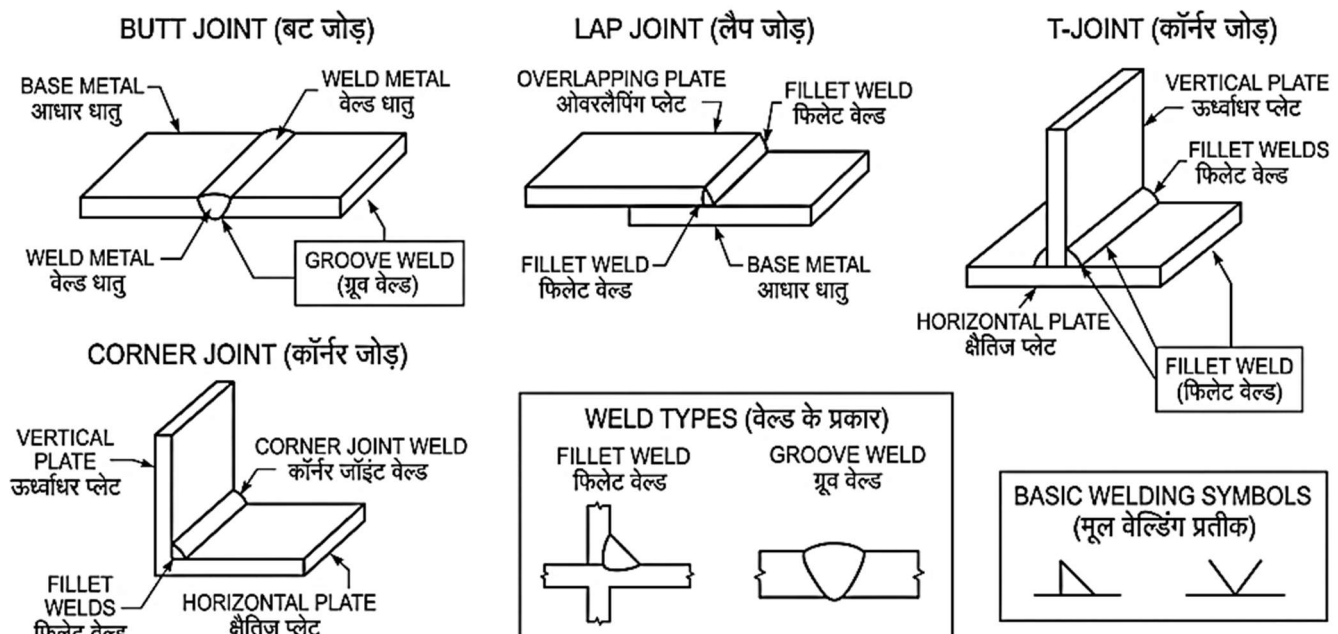

Fig. 7.5: Types of Welding Joints, Weld Types and Basic Welding Symbols | वेल्डिंग जॉइंटों के प्रकार, वेल्ड के प्रकार एवं मूल वेल्डिंग प्रतीक
7.5.1 Introduction (Fig.7.5)
7.5.1 परिचय (Fig.7.5)